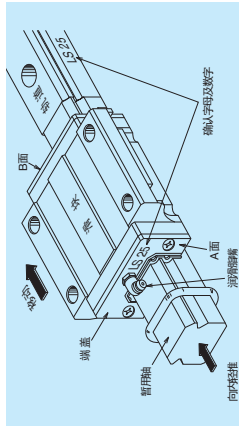

图 10.23 互换性滑块插入导轨中
- 在提供互换性滑块时，滑块上装有图 10.23 所示的暂用轴。
- ① 请擦拭去导轨和滑块上的防锈油；
- ② 如果成为希望的组合状态 ( $W_2$  或  $W_3$ )，请对准导轨和滑块的安装基准面 (安装面用槽)。
- ③ 将导轨和暂用轴的底面以及侧面对齐，然后将一边将暂用轴轻轻压在导轨上，一边将滑块移到导轨 (图 10.23)。